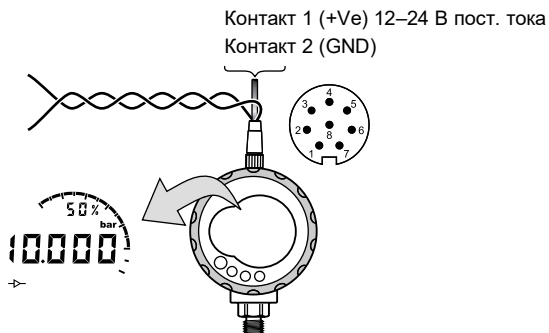

Рисунок 3-3: Пример конфигурации. V out
- Аксессуар E — см. Рисунок 3-3 на стр. 15 и Таблица 2-2 на стр. 9.